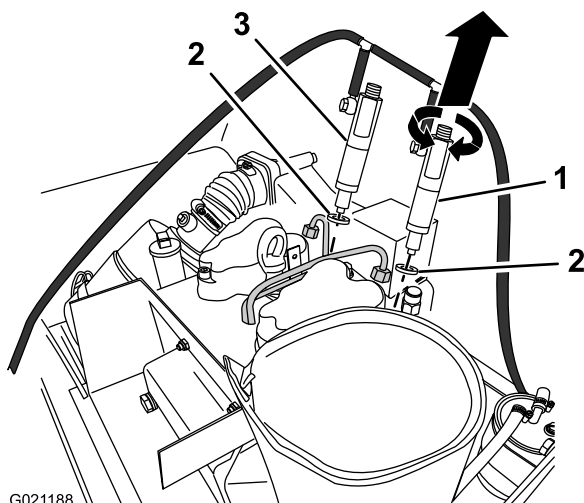

Figura 51
9. Gire y tire del **inyector de combustible trasero** para retirarlo de la culata (Figura 51).
10. Gire y tire del **inyector de combustible delantero** para retirarlo de la culata (Figura 51).